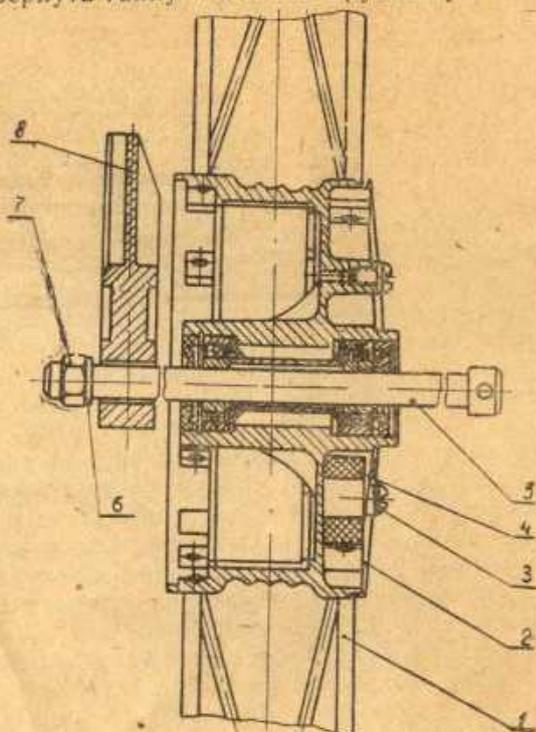

Рис. 10 — Колесо заднее.
### Порядок снятия заднего колеса. (Рис. 10).
1. Ослабить гайки заднего колеса (рис. 10 поз. 7).